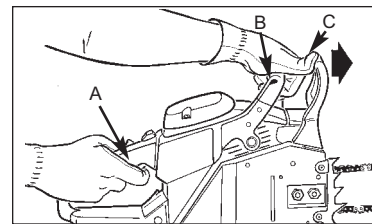

рис. 8
3. Ухватитесь правой рукой за заднюю ручку (А). (рис. 8)